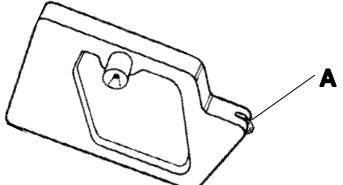
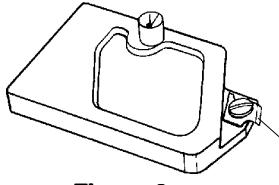
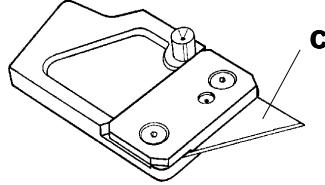
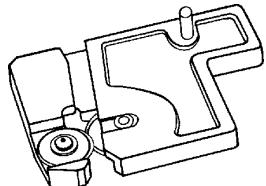

Figure 1
Figure 2
Figure 3
Figure 4
Four separate tool holding **PILLAR POSTS** are provided. The glass cutting **PILLAR POST**, **Figure 1**, uses a replaceable wheel unit (**A**). Ten steel wheel units are included with the machine, and tungsten carbide wheel units are available. The plastic cutter **PILLAR POST**, **Figure 2**, utilizes the APB-12 replaceable cutting blade (**B**), 10 of which are provided in the parts bag. The mat/mount board **PILLAR POST**, **(Figure 3)** uses a special blade (**C**), 10 included. The hardboard cutter (**Figure 4**) is a dual wheel cutting device located on its **PILLAR POST**.
Vier separate **Werkzeughalter** sind vorhanden. Der **Glasschneidehalter (Abbildung 1)** benutzt ein austauschbares Glasschneiderädchen (**A**). Die Maschine wird mit zehn Glasschneiderädchen geliefert, Wolfram-Karbid-Schneiderädchen sind erhältlich. Der **Plastikschneldehalter, (Abbildung 2)** verwendet die austauschbare Anreißklinge APB-12 (**B**), von denen zehn Stück in der Teiletüte zu finden sind. Zum Schneiden von Passepartoutmaterial und Karton wird ein **Halter (Abbildung 3)** mit einer **speziellen Klinge (C)** sowie 10 Ersatzklingen, geliefert. Der **Halter (Abbildung 4)** zum Schneiden von Hartfaserplatten enthält aus zwei extrem scharfe Rollenmessern.
La machine est fournie avec quatre **OUTILS** différents pour attacher des dispositifs de coupe. L'**OUTIL** pour la coupe du verre, **Figure 1**, utilise un assemblage à molettes remplaçable (A). Dix assemblages à molettes en acier sont fournis avec la machine et des assemblages à molettes en carbure de tungstène sont également disponibles. L'**OUTIL** pour la coupe de plastique, **Figure 2**, utilise une lame à entailler ABP-12 remplaçable (B), et 10 de celles-ci sont fournies dans le sachet de pièces détachées. L'**OUTIL** pour la coupe des panneaux de montage et des panneaux en mousse (**Figure 3**) utilise une lame spéciale (C) et 10 d'entre elles sont incluses. Le dispositif de coupe pour les panneaux MDF est équipé d'un jeu de deux molettes situé à même l'**OUTIL**.